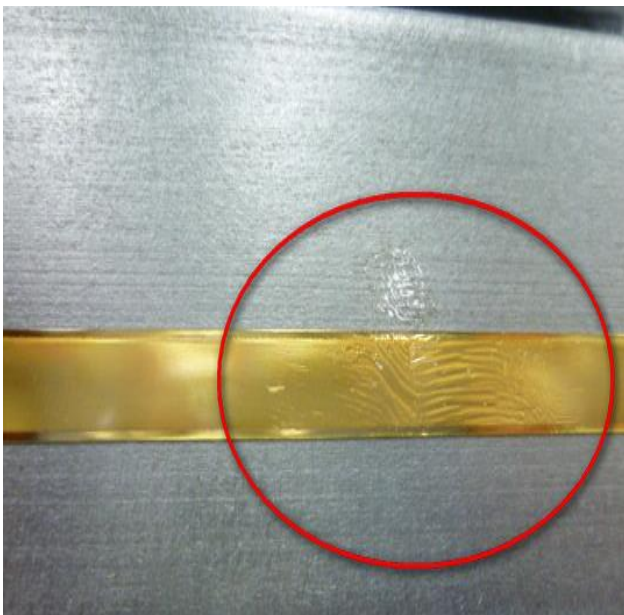

図 11
- (1) リニアモーターを粉塵が多い環境で使用すると、グリスや粒子がスケールに付着し、エンコーダーのフィードバックエラーが発生する場合があります。図 11 に示すように、金色の部分が光学スケールです。スケールの両側にレニショーのロゴがあります。